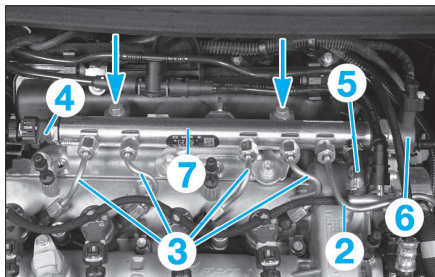

FIG. 31
- la conduite haute pression pompe/rampe (2) (Fig.31),
- les conduites haute pression rampe/injecteurs (3).
- Débrancher le connecteur du capteur de pression de carburant (4).
- Déposer la durit de retour de carburant (5) de la rampe,
- Débrancher le connecteur de l'électrovanne de régulation de pression de carburant (6).
- Déposer la rampe d'injection (7).